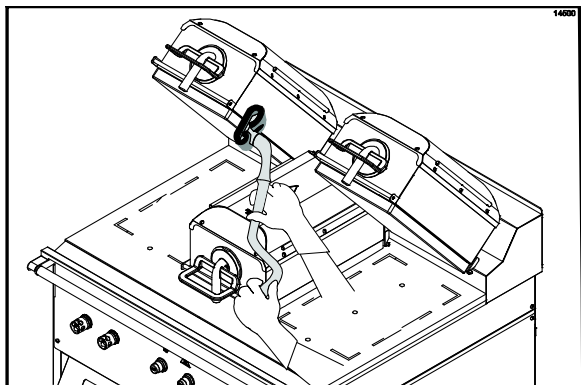

Abbildung 61
30. Die Innenkanten der rechten und linken oberen Grillplatte abschrubben. (Siehe Abbildung 61.)